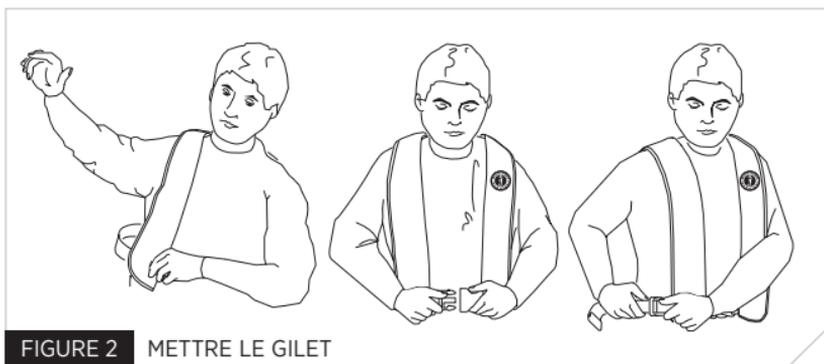

FIGURE 2 METTRE LE GILET
1. Endossez le dispositif de flottaison comme un gilet normal (Fig. 2), avec les panneaux de tissu à l'avant, et attachez la boucle de la ceinture.